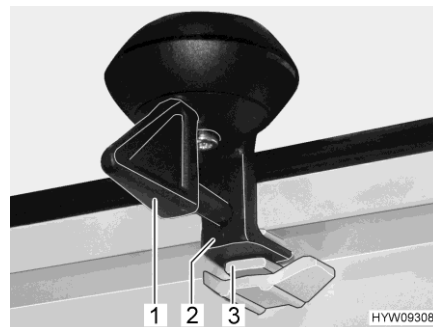

Fig. 47 Verrouillage (position de ventilation)
- Tourner le levier (Fig. 47,1) d'un quart de tour. Le dispositif de verrouillage (Fig. 47,2) doit pénétrer dans le logement supérieur (Fig. 47,3).